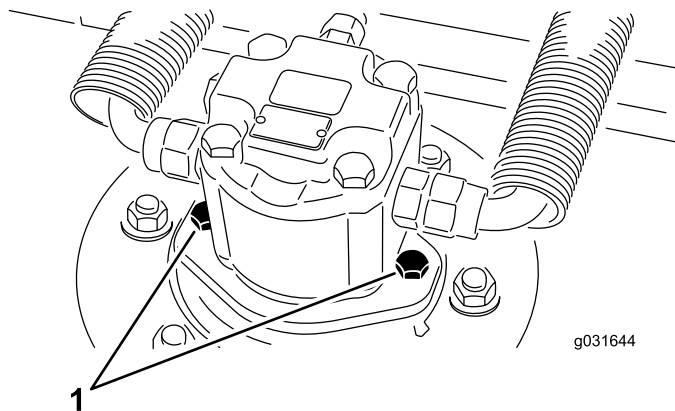

Figura 68
2. Rimuovete le viti di montaggio del motore idraulico e scollegate e staccate il motore idraulico dal piatto di taglio (Figura 68).
4. Utilizzando le viti di montaggio del motore idraulico, montate il motore idraulico sul piatto di taglio (Figura 68).